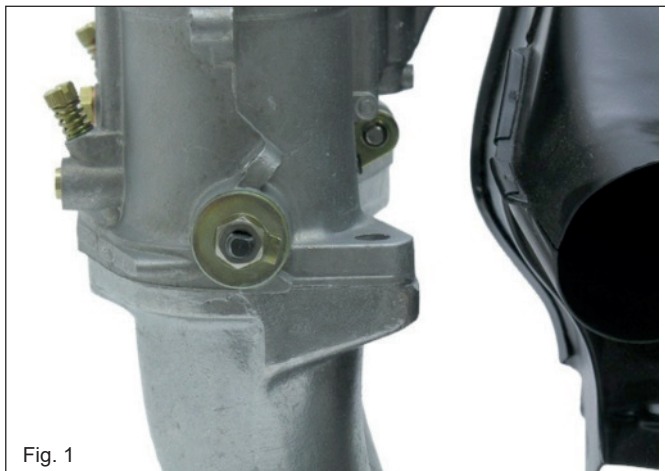

Fig. 1
- Biegen Sie an beiden Vergasern das Sicherungsblech der (in Fahrtrichtung) hinteren Drosselklappenwellenmutter mit einem Schlitz-Schraubendreher auf. (Fig.1)
- Lösen und entfernen Sie die Mutter SW11 und das Sicherungsblech der Drosselklappenwelle. Der originale Drosselklappenhebel bzw. die Distanzscheibe (Fig.1) werden nicht mehr benötigt.